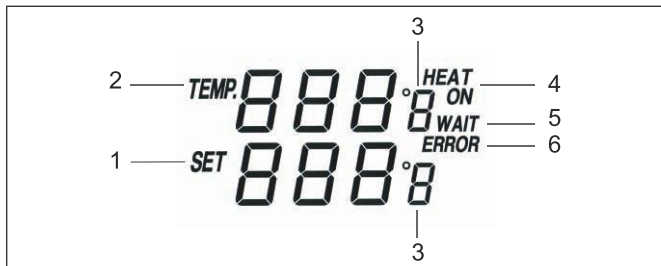

Fig.71: Afișaj LCD
*Dacă ciocanul de lipit nu este conectat sau dacă este defect, se aude un sunet de avertizare când stația de lipit este pornită și pe afișaj apare intermitent mesajul „ERROR”. Consultați și fig. 71.*
1. Porniți stația de lipit de la butonul de PORNIRE/OPRIRE (2).
2. Apăsăți pe butonul de selectare °C/°F (9) pentru a schimba unitatea de măsură a temperaturii de la °C la °F sau invers.
3. Reglați temperatura de lipire dorită cu ajutorul tastelor de preselectare a temperaturii „200°C”, „300°C” și „400°C” (10) și a butoanelor „UP” și „DOWN”.
*Valoarea din dreapta sus de lângă „Temp” crește în direcția 300°C. Pe partea din dreapta a afișajului apare „HEAT ON” - încălzire activă - și „WAIT” - așteptare -. Consultați fig. 71.*